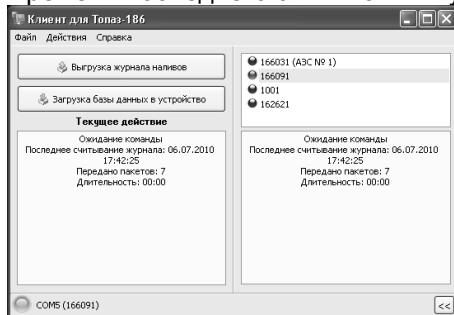

Рисунок 7
2.1 Запустить программу "Клиент для Топаз-186" (файл Client\_186.exe). Для записи базы данных (далее – БД) в появившемся окне программы нажать кнопку "Загрузка базы данных в устройство". Выбрать из выпадающего списка устройство, в которое надо загрузить БД. Если операция пройдет успешно, то программа выдаст сообщение о последнем считывании журнала наливов (рисунок 7).